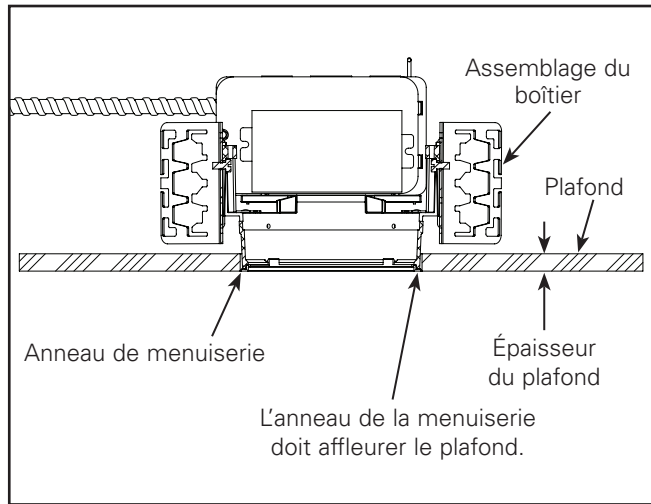

Figure 5
***IMPORTANT :** Assurez-vous que l'anneau de menuiserie affleure le plafond après l'installation du boîtier*. Voir la Figure 5 pour référence.